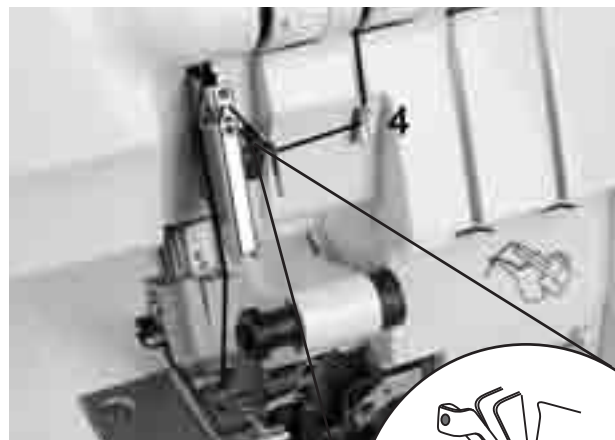

Fig. 27
4. Înfilati firul conform marcajelor verzi (4 - 7)(fig. 27/28).